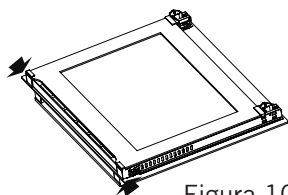
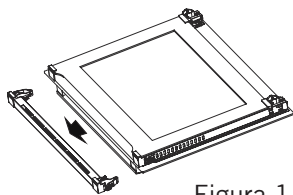
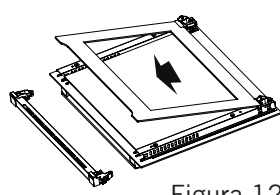

Figura 10
Figura 11
Figura 12
1. Premir os fechos de plástico nos lados esquerdo e direito conforme mostrado na Figura 10 e levantar o perfil puxando o mesmo em direção a si conforme mostrado na Figura 11. O vidro ficará solto depois de o perfil ser removido conforme mostrado na Figura 12. Puxar cuidadosamente o vidro que fica solto em direção a si. Se necessário, o vidro intermédio pode igualmente ser removido da mesma forma. O vidro exterior é fixado ao perfil da porta do forno. Pode facilmente limpar os vidros depois de os mesmo terem sido separados. Depois de limpos e de depois de feita a manutenção, pode substituir os vidros e o perfil realizando o procedimento de remoção na ordem inversa. Assegurar que o vidro é colocado na direção correta e que o perfil está corretamente assente.